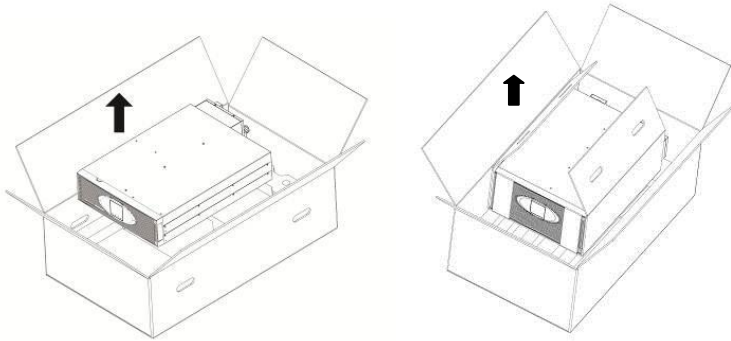

Abbildung 3: Auspacken der XANTO S 6000 und 10000
2. Heben Sie die USV-Anlage vorsichtig aus dem äußeren Karton. Hierzu sind zwei Personen notwendig. Bei der XANTO S 10000 verwenden Sie bitte die Griffe am inneren Karton (siehe Abbildung 3).